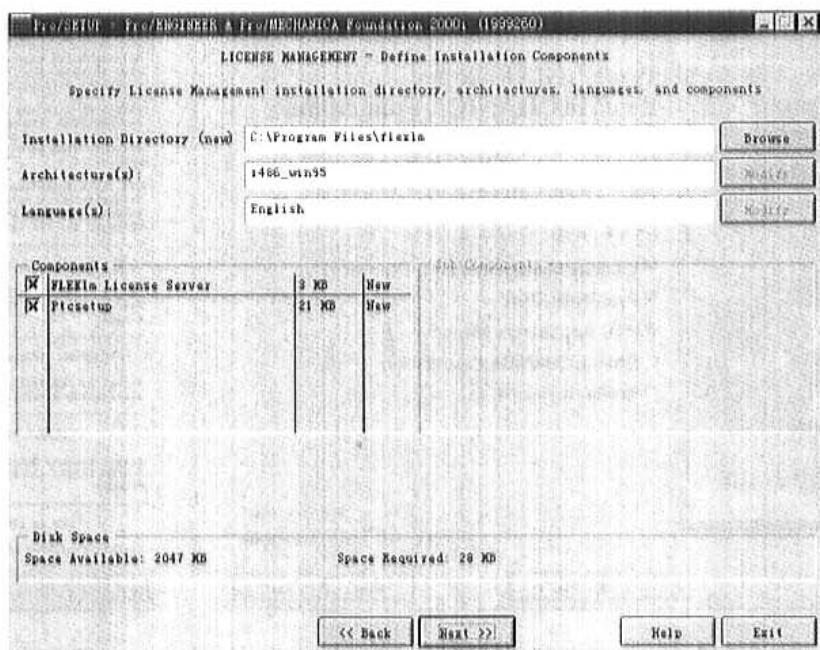

图 1-5 定义安装组件对话框
(3) 单击 Next 按钮，将进入如图 1-5 所示的对话框中。在该对话框中，需要设置许可管理器的安装路径以及选择语言。同时，提示硬盘剩余空间以及建议所需空间大小。建议采用路径 C:\Flexlm。